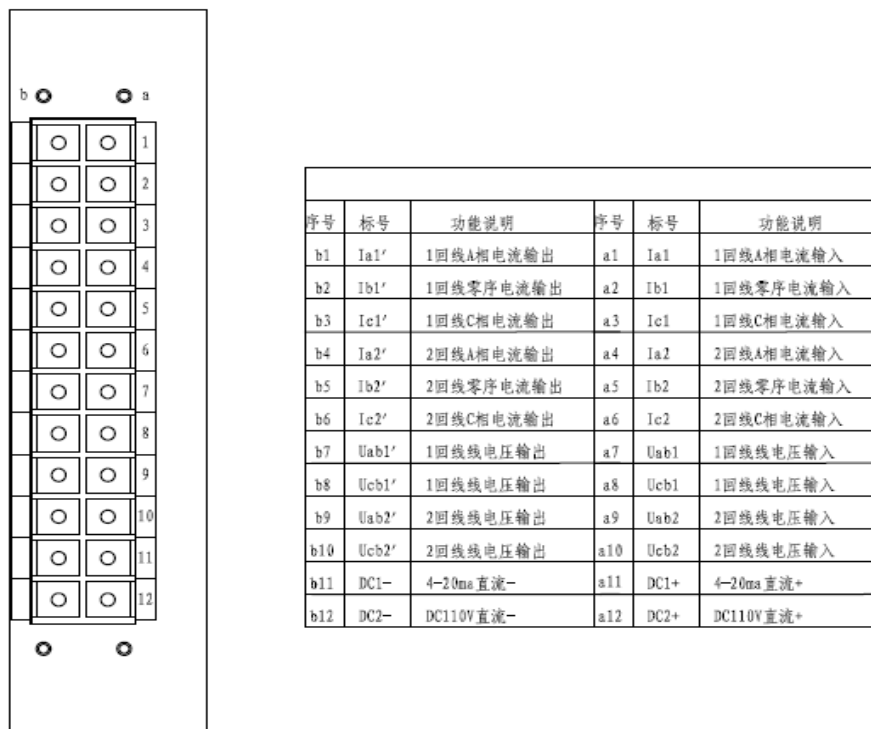

图 7 交流插件 3 端子定义
5.1.3.3 交流插件 3（针对两回线无零序电流输入情况），如图 7 所示